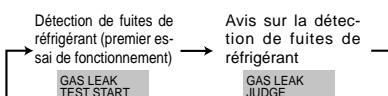

Fig. 8-2
- ② Appuyer sur la touche CLOCK et sélectionner [GAS LEAK TEST START] ([LANCER TEST DE FUITE DE GAZ]). (Fig. 8-2)